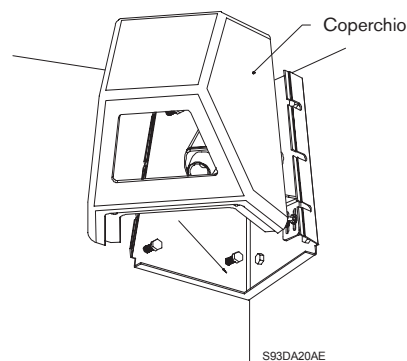

Figura 12: SOSTITUZIONE DEL COPERCHIO
1. Montare il coperchio allineando i traversini alle fessure sul pannello posteriore. Fissarlo tramite i sei dadi a colletto. Vedere Figura 12.